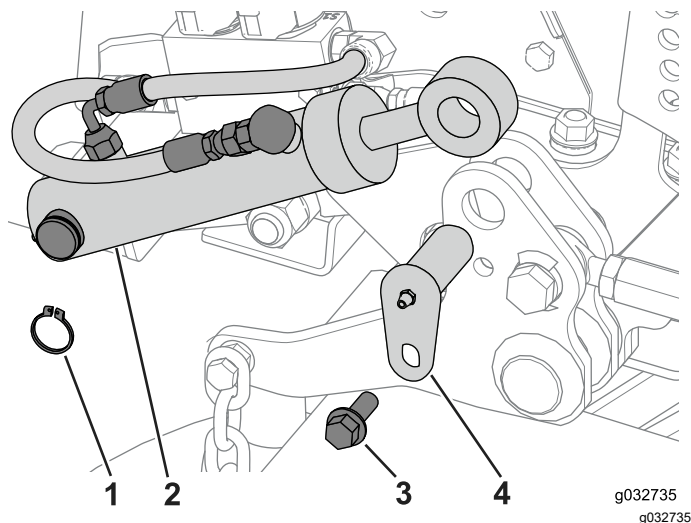

Figure 123
3. Fixez le vérin de levage du tablier au pivot à l'aide du circlip, de l'axe de pivot et du boulon (**Figure 123**).